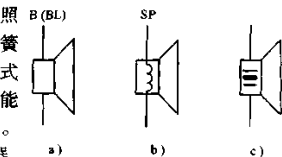

图 2-49 扬声器电路符号
如图 2-49 所示是扬声器的电路符号, 其中, 图 a 所示是最新规定的电路符号, 用字母 B 或 BL 表示。图 b 所示是水磁动圈式扬声器的电路符号, 以前用字母 SP 表示。图 c 所示是晶体或压电扬声器的电路符号。现在, 扬声器统一用图 2-49a 所示的电路符号, 并用字母 B (BL) 表示。